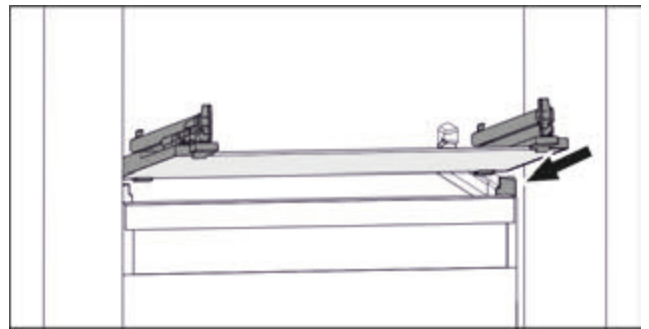

Fig. 40 Приблизне відображення скляної пластини
- ▶ Встановити скляну пластину за стопорами навкоси. (див. Fig. 40)